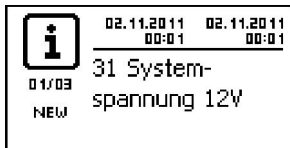
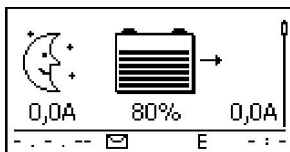

Abb. 12 Ereignismeldung mit der erkannten Systemspannung (im Bsp.: 12 V)
Abb. 13 Grundstellung der Statusanzeige
2.  Externe Batteriesicherung einschalten: Sicherungseinsatz in den Sicherungshalter einsetzen (Schmelzsicherung) oder den DC-Leitungsschutzschalter einschalten. Der Regler geht automatisch in Betrieb und zeigt nach wenigen Sekunden die erkannte Systemspannung (= Batteriespannung) in einer Ereignismeldung an (Abb. 12).
3.  Die in Abb. 12 angezeigte Systemspannung notieren.
4.  Taste „ESC“ drücken, um die Ereignismeldung zu bestätigen. Die Grundstellung der Statusanzeige erscheint (Abb. 13).
6.  Werden Abb. 12 und Abb. 13 nicht angezeigt, Installation prüfen und bei Bedarf den Fehler anhand Abschnitt 15 beheben.